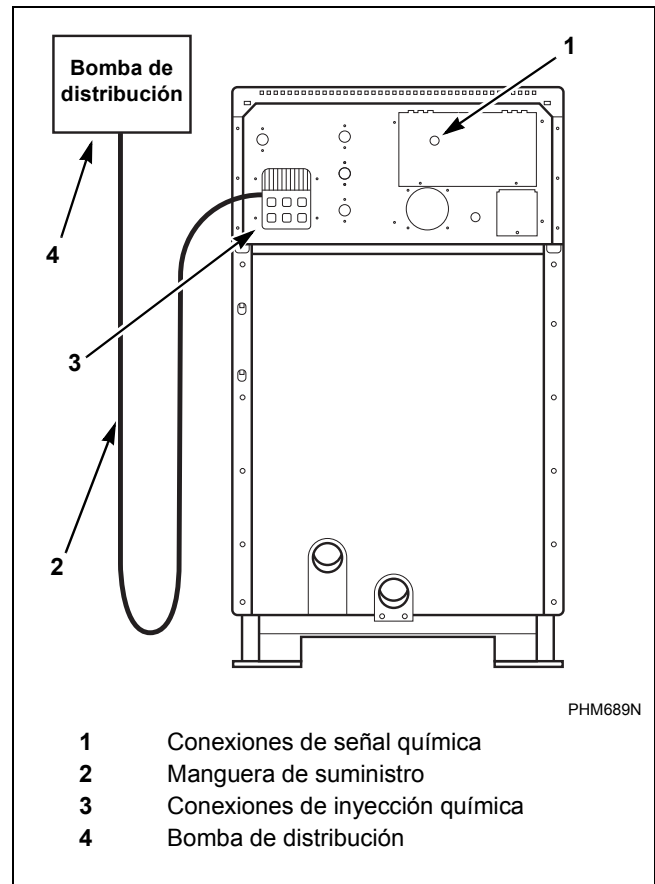

Figura 19
El goteo de productos químicos sin diluir puede dañar la lavadora extractora. Por lo tanto, todas las bombas de distribución de suministro de productos químicos deben montarse por debajo del punto de inyección de la lavadora. Todas las tuberías de distribución deben pasar por debajo del punto de inyección. Los anillos no previenen los goteos si no se siguen estas instrucciones. De no seguir estas instrucciones se podría dañar la máquina y anular la garantía. La *Figura 19* muestra un sistema de suministro de inyección de productos químicos típico.
4. En condiciones ideales, el sistema de la bomba debería estar montado de manera que estuviera más bajo que los puertos de inyección de productos químicos. Las conexiones de manguera en el puerto de inyección deben ser e punto más alto en la manguera para evitar el chorreado de productos químicos. Consulte la *Figura 19*. **El hacer bucles en las mangueras de suministro de productos químicos no evita el chorreado.**